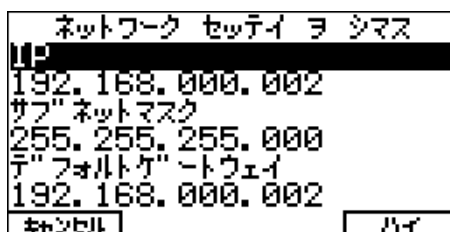

図 4.2.1-1 ネットワーク設定画面
7. **FUNCTION** キーを押すと、ネットワーク設定画面が表示されます (図 4.2.1-1 参照)。